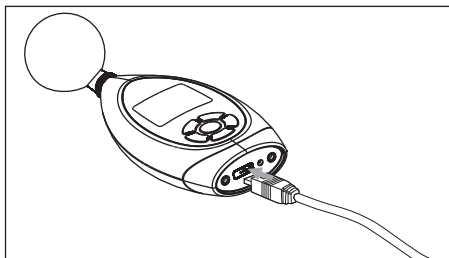

图26
- 将USB传输线的一端插入噪音计侧面USB接口处，如图26: